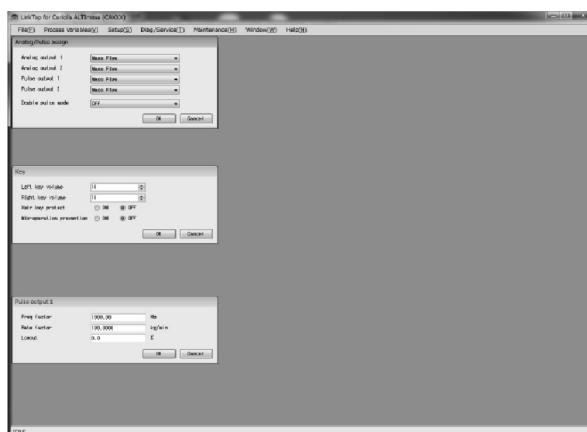

図171
- ② 「TileHorizontal」 選択時は、図171のように上下に並べて表示します。